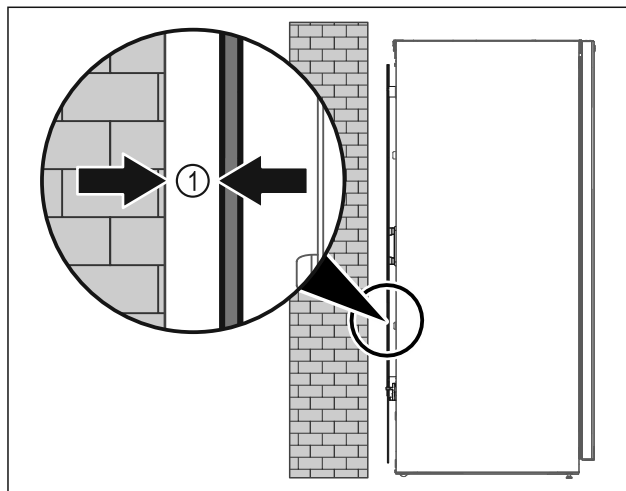

Fig. 65
- Posizionare l'apparecchiatura in un punto a piacere del locale (libera installazione) oppure addossato a una parete a una distanza minima di 5 mm Fig. 65 (1).